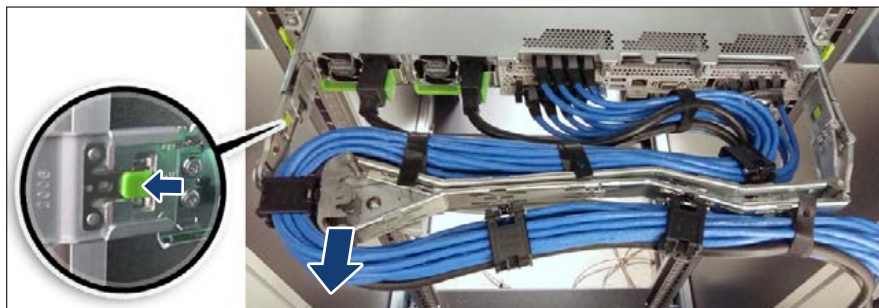

Bild 49: CMA entriegeln
- ▶ Drücken Sie die Verriegelungsfeder nach innen, um die CMA-Halterung zu entriegeln, siehe Bild 49.